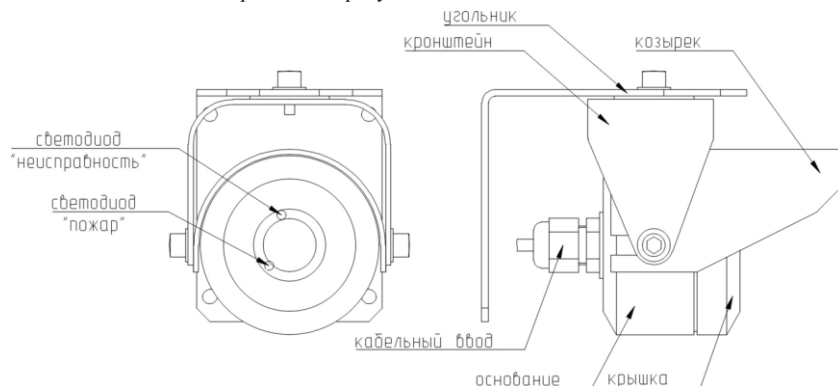

Рис. 1. Общий вид извещателя
- при необходимости отвинтить крышку (см. рисунок 1) и снять перемычку JP1 для повышения уровня помехоустойчивости;